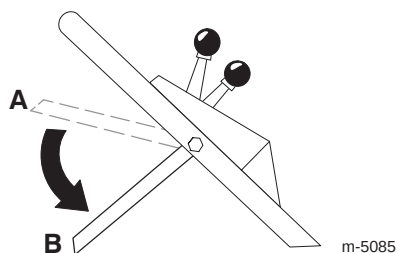

Figura 14
10. Suelte la barra de control; consulte la posición **B** de la Figura 14. Debe oír un ruido fuerte. La cuchilla debe detenerse en tres segundos.